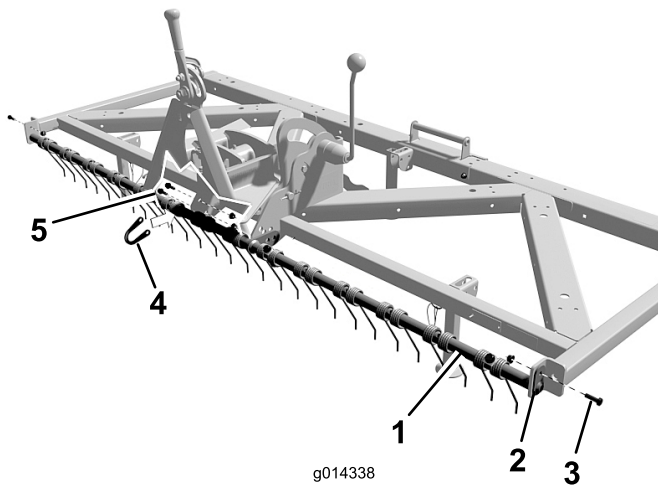

図 7
1. スプリング・タイン・ホルダーの各端部を、ターフ・ブルーマの前部の各端部に固定する；フラッグ・ピンと 5/16 x 1 インチ・ボルトを使用する。スプリング・タイン・ホルダーは 図 7 のように組み付ける。
2. リテーナ・ブラケットと 5/16 x 1 インチ・ボルト（2本）を使って、スプリング・タイン・ホルダーをターフ・グルーマに固定する（図 7）。